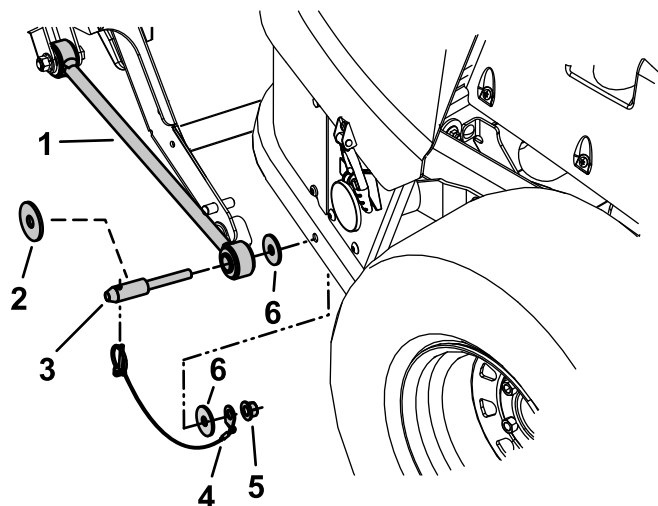

Figure 13
4. Fixez la tige de support de chaque côté du cadre arrière à l'aide de 2 goupilles, 2 rondelles plates, 4 rondelles de butée, 2 cordons de goupille de montage et 2 contre-écrous ($\frac{1}{2}$ po), comme montré à la Figure 13.